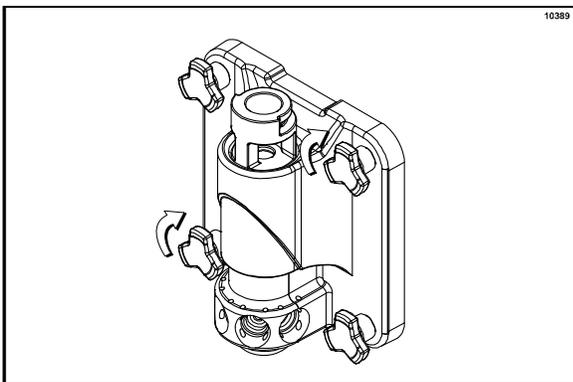

Figura 122
12. Instale la puerta del lado de batidos del congelador. Monte la puerta del congelador sobre los cuatro pernos que están en el frente del cilindro refrigerante. Alinee la parte superior de la válvula de extracción con el soporte elevador de la válvula. Instale los tornillos manuales (los tornillos cortos van en la parte inferior de la puerta). Apriete los tornillos de manera uniforme, siguiendo un patrón de cruz, para asegurar que la puerta quede firme. **No los apriete excesivamente.** (Vea la figura 122).